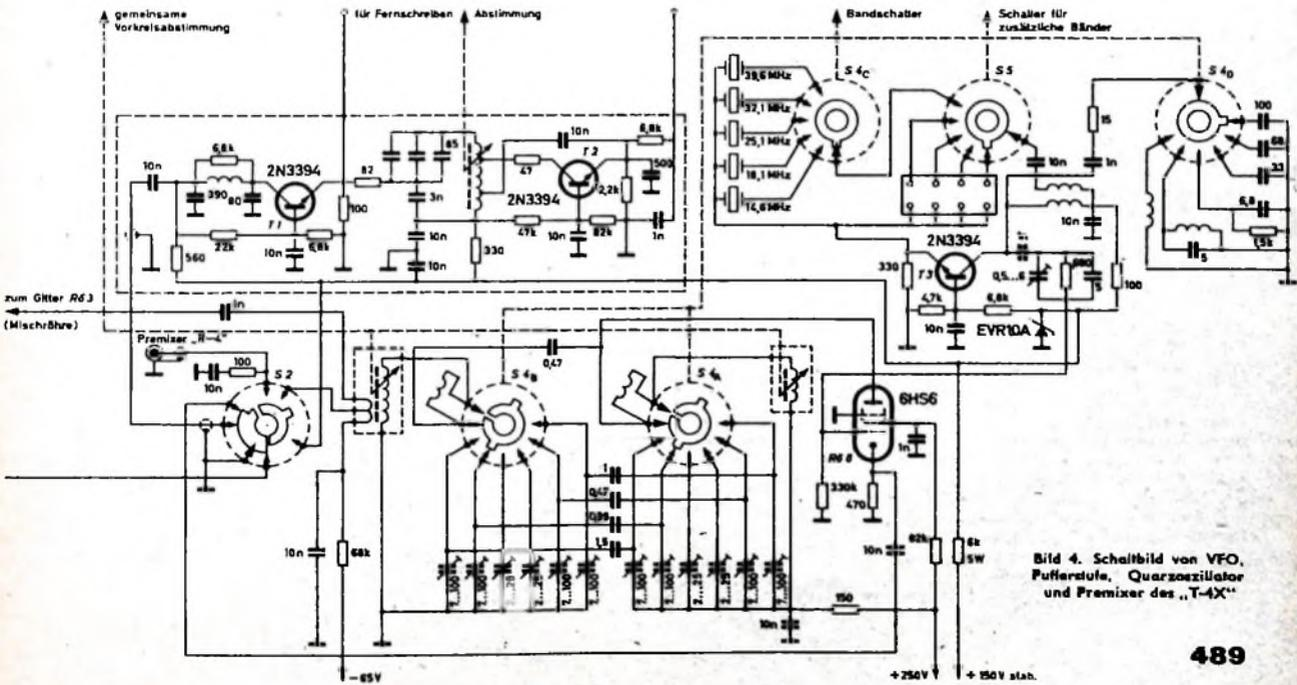

Bild 4. Schaltbild von VFO, Pufferstufe, Quarzoszillator und Premixer des „T-4X“
Die Schaltung von VFO, Pufferstufe Quarzoszillator und Premixerstufe ist als Teilbild der Gesamtschaltung im Bild 4 wiedergegeben. Der mit einem Siliziumtransistor (T 2) bestückte VFO hat induktive Abstimmung von 4955 ... 5455 kHz und ist, um eine hohe Frequenzstabilität zu erreichen, temperaturkompensiert. Um Rückwirkungen von der folgenden Mischstufe auszuschalten, schließt sich eine transistorisierte Pufferstufe (T 1) an. Das Signal wird an deren Kollektor über ein Filter entnommen und über den Umschalter S 2 der Kathode der Premixerstufe mit der Röhre 6HS6 (Rö 8) zugeführt. Zur Gewinnung der endgültigen Oszillatorfrequenz für die Umsetzung auf die einzelnen Amateurbänder führt man dem Gitter dieser Mischröhre das Signal von einem eben-
Bild 4. Zur Berechnung von d und I mit dem Nomogramm nach Bild 3. Bekannte Werte von F (Wickelraum) und S (mittlerer Umlang einer Windung) durch Linie 1 verbinden; Schnittpunkt (Zapfenpunkt) auf der gestrichelten Mittellinie mit bekanntem Wert auf der U -Leiter durch Linie 2 verbinden, Verlängerung von 2 schneidet 4. Leiter mit gesuchten Werten von d und I , die jedoch nur für blanken Draht gelten (d_{unkorr} beziehungsweise I_{unkorr}). Die Isolationsdicke δ des Drahtes läßt sich unter Zuhilfenahme des rechten Teils des Nomogramms berücksichtigen (Schritte 3, 4 und 5 oder 3 und 5), so daß sich schließlich die korrigierten Werte d_{korr} beziehungsweise I_{korr} ergeben.
Zur Vereinfachung der hier dargestellten Berechnung eignet sich das Nomogramm Bild 3, das bei vorgegebenem U , S und F gemäß Bild 4 benutzt wird und die gesuchten Werte von d und I liefert. Ist dagegen die Stromstärke I festgelegt (zum Beispiel wenn die Spule im Anodenkreis einer Röhre liegt), dann kann man mit dem Nomogramm aus I , F und S den Spannungsabfall an der Spule bestimmen. Schließlich können auch bei bekanntem U und I die geometrischen Daten des benötigten Wickelkörpers erhalten werden.
Wegen der einleitend erwähnten Unsicherheit der Berechnung infolge verschiedener Dicke δ der Lackschichten ist die 4. Leiter (d und I) des Nomogramms (linke Seite im Bild 3) zunächst für blanken Cu-Draht berechnet, wobei in Gl. (6) für A nur A_1 eingesetzt wurde. Das aus Gl. (6) erhaltene d muß nun noch mit $\sqrt{A_2} = d/d_1$ multipliziert werden. Graßlich wird dies erreicht, indem das Kurvenfeld $d/d_1 = f(\delta)$ (rechte Seite im Bild 3) gemäß Bild 4 benutzt wird, um vom unkorrigierten d und dem bekannten δ zum korrigierten d des isolierten Drahtes zu kommen. Hierbei ist δ keineswegs für alle Drahtdicken gleich, sondern wächst mit steigendem Durchmesser (vgl. Messungen und Herstellerangaben). Ist nichts Näheres über δ bekannt, so kann für Cu-L-Drähte der schraffierte Bereich im Bild 3 ersatzweise als Wendepunkt verwendet werden.